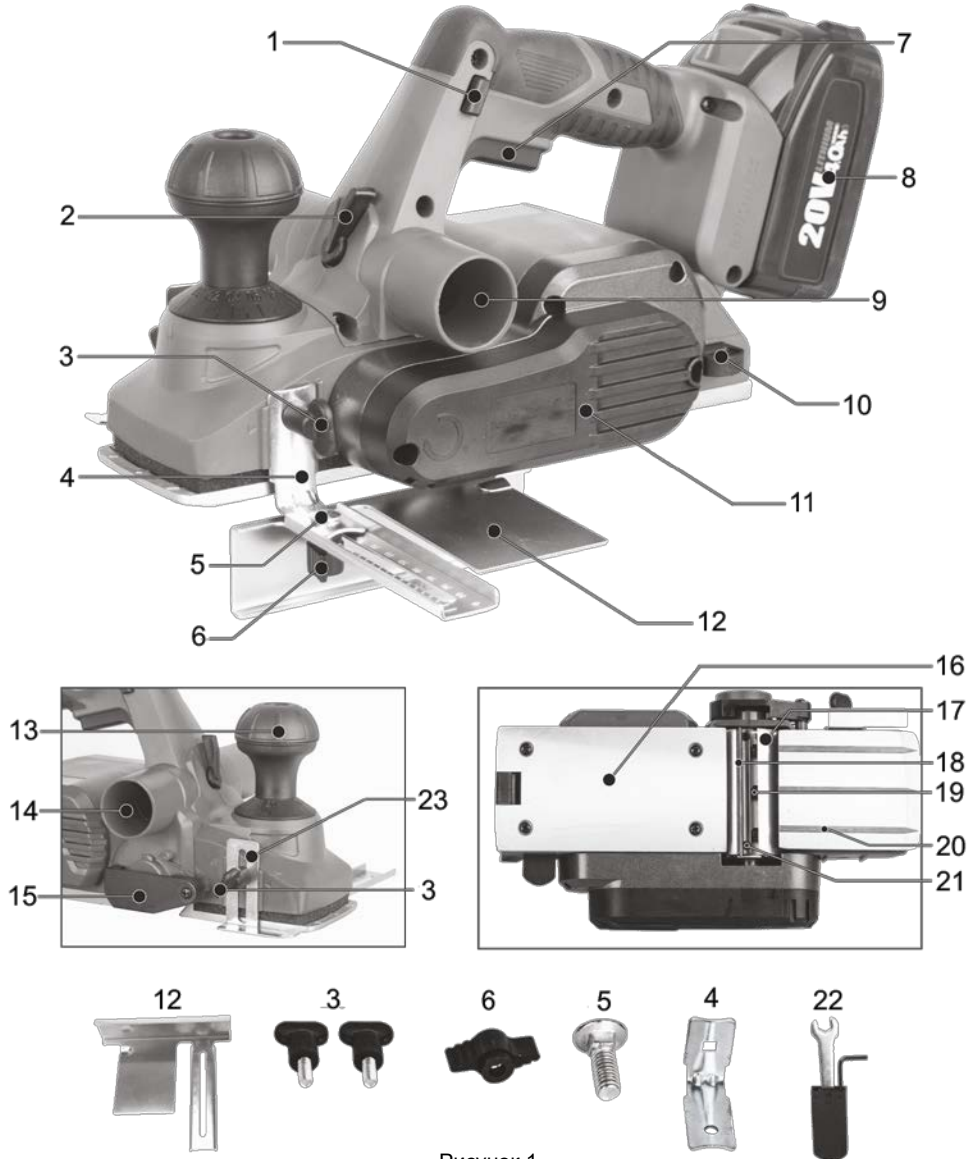

Рисунок 1
Для ввімкнення виробу спочатку натисніть кнопку блокування пускової клавіші (1), а потім натисніть пускову клавішу (7, рисунок 1). Для вимкнення виробу клавішу (7) слід відпустити.
Інструмент має можливість вибірки чверті (фальцювання). Необхідну ширину стругання можна встановити за допомогою паралельної напрямної (12, рисунок 1).